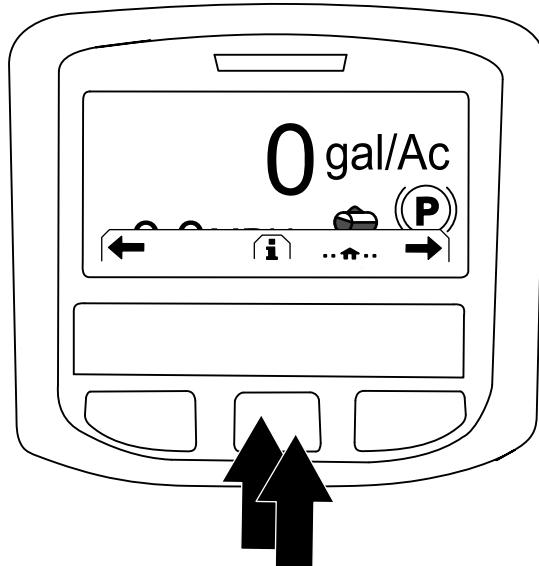

Figura 225
2. Nella schermata Home, premete il pulsante centrale sull'InfoCenter per accedere alla schermata di navigazione (Figura 225).
3. Premete il pulsante centrale sull'InfoCenter per accedere al menu principale (Figura 225).